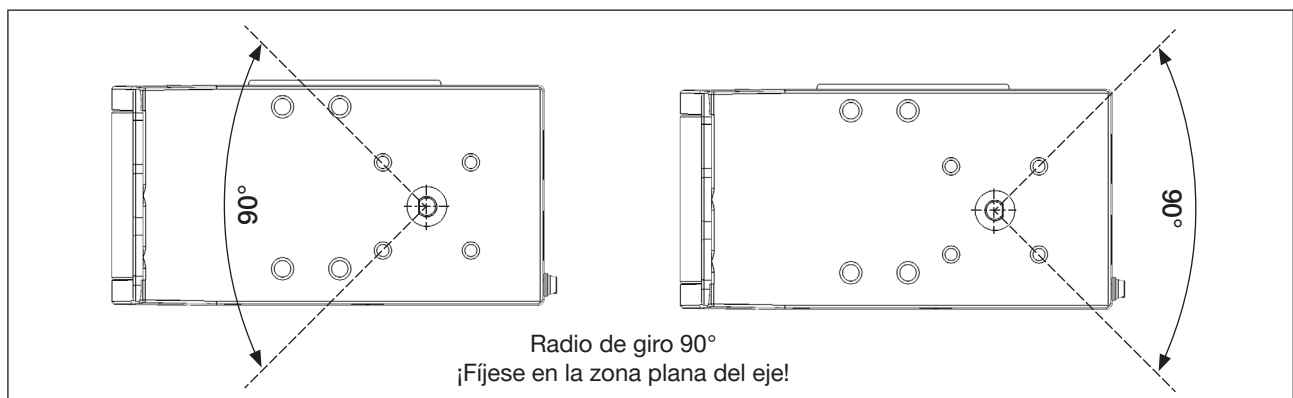

Imagen 22: Ángulo de rotación
- Oriente la zona plana del eje según el radio de giro (consulte «Imagen 22»).